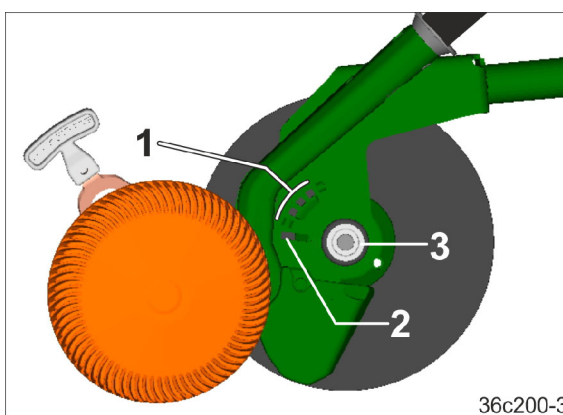

Fig. 180
1. Înclicetați adaosul pârghiei peste grupa de găuri (Fig. 180/1) în gaura alungită (Fig. 180/2).
2. Împingeți discul/rola de ghidare în adâncime în gaura alungită (Fig. 180/2) atât de mult până când discul/rola de ghidare în adâncime se eliberează de la dispozitivul de închidere (Fig. 180/3).
1. Introduceți pe dispozitivul de închidere (Fig. 180/3) discul/rola de ghidare în adâncime. În acest caz, prelungirea (adaosul) prinde în gaura alungită (Fig. 180/2) a brăzdarului.
2. Împingeți discul/rola de ghidare în adâncime în gaura alungită (Fig. 180/2) atât de mult până când discul/rola de ghidare în adâncime înclicetează în dispozitivul de închidere. O ușoară lovitură aplicată în centrul discului ușurează fixarea.
3. Trageți cu ajutorul pârghiei din gaura alungită prelungirea și o introduceți în orificiul necesar (Fig. 180/1).